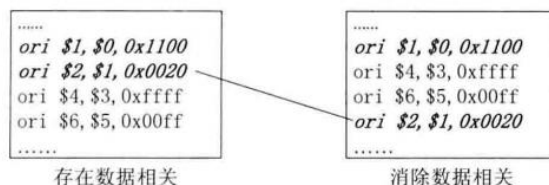

图 5-5 编译器通过改变指令执行顺序消除相关
- ② 编译器调度：编译器检测到相关后，可以改变部分指令的执行顺序，如图 5-5 所示。